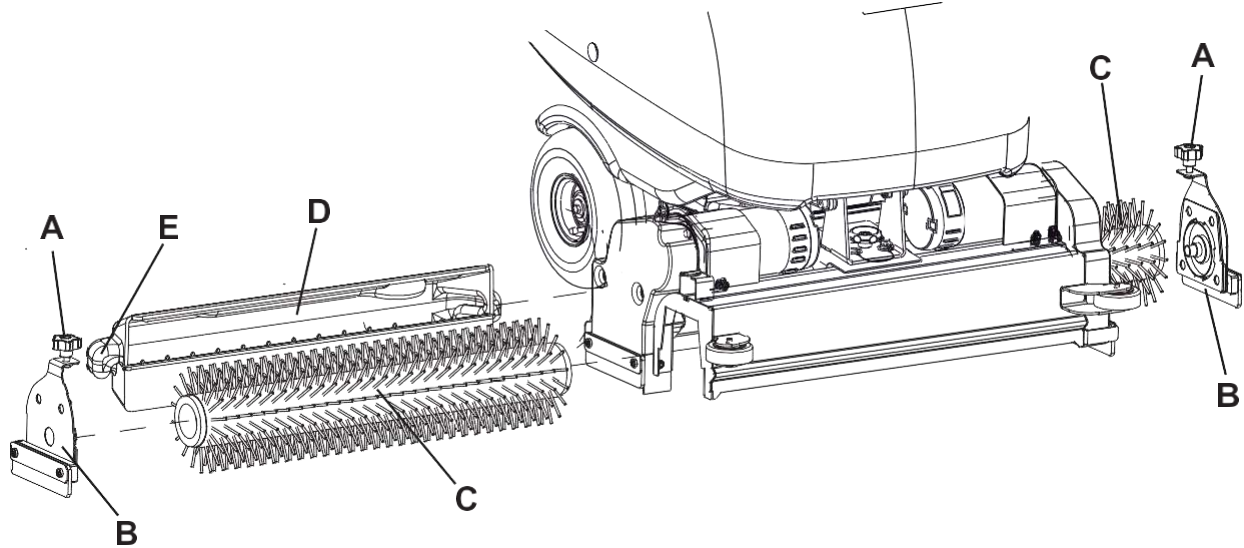

Abb. 4
1. Drücken Sie den Schalter (66), um das Gerät zu starten.
2. Schalter (61) betätigen und Zylinderbürstenkopf anheben.
3. Den Schalter (66) drücken und etwa eine Sekunde lang gedrückt halten, um das Gerät auszuschalten.
4. Die Sterngriffe (A, Abb. 4) mit Kraft nach unten drücken und Sterngriffe und Abdeckungen (B) entfernen.
5. Zylinderbürsten (C) einsetzen.